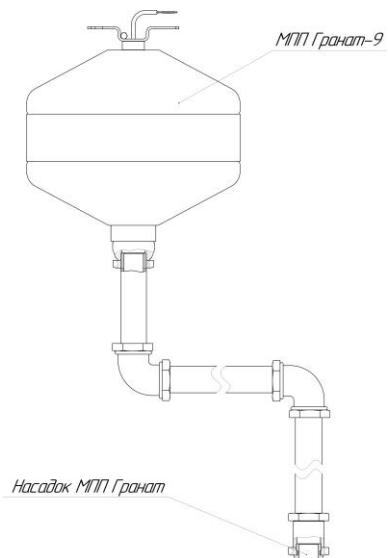

Рисунок 7 – Пример монтажной схемы направляющего трубопровода.
6.10 Монтаж направляющего трубопровода – в соответствии с проектной документацией для защищаемого объекта (рис.7). Допускается использование жесткого и/или гибкого трубопровода $D_u = 20$ мм. Присоединительные резьбы модуля и насадка-распылителя G 1.